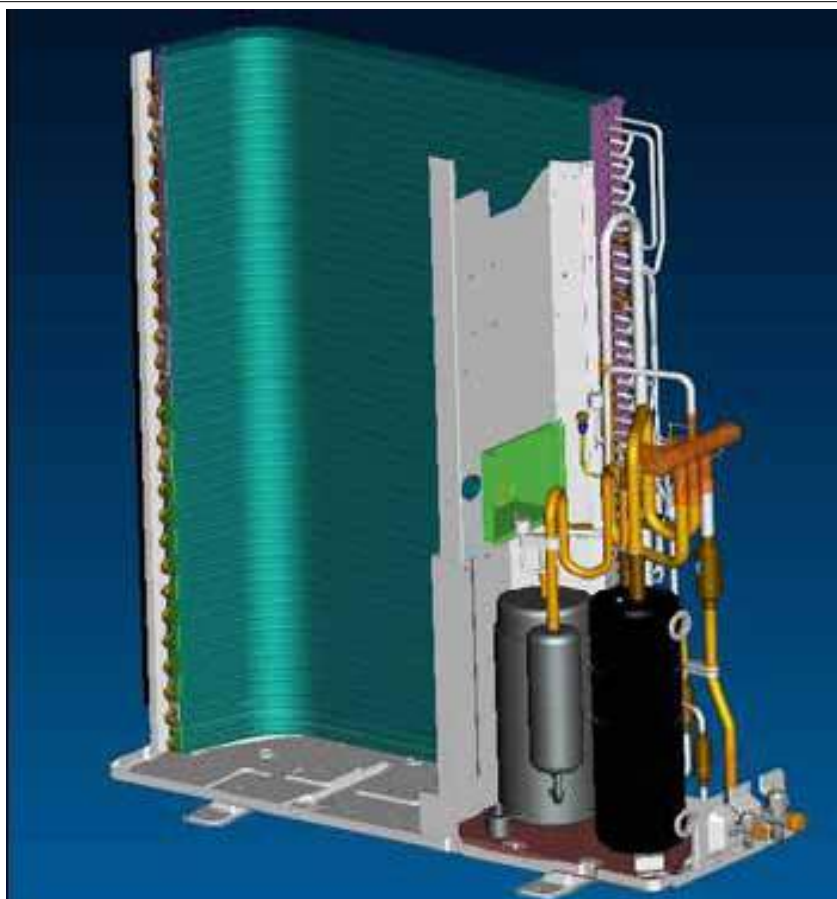

Рис.10
- Снимите 4-ходовой клапан. (см.рис.10)